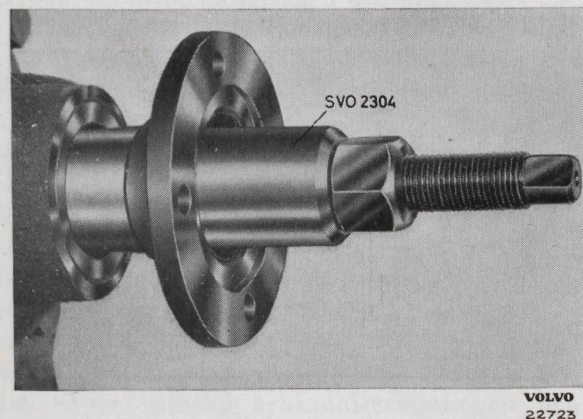

Bild 18. Montering av medbringare.
4. Pressa på medbringaren med verktyg SVO 2304, bild 18. Montera övriga delar.